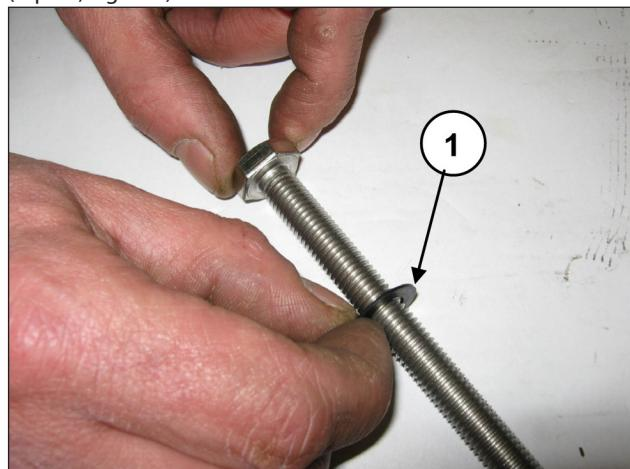

Fig. 146
Enfiler la rondelle Ø10x18x0.9 sur la vis de fixation du piston (rep. ①, Fig. 146).